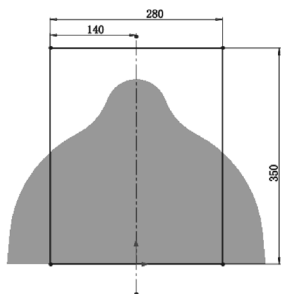

图 6-84 绘制草图尺寸 2
4) 绘制草图。在左侧的 FeatureManager 设计树中用鼠标选择“前视基准面”作为绘制图形的基准面。单击“草图”控制面板中的 (中心线) 按钮和 (边角矩形) 按钮, 绘制图 6-84 所示的草图。